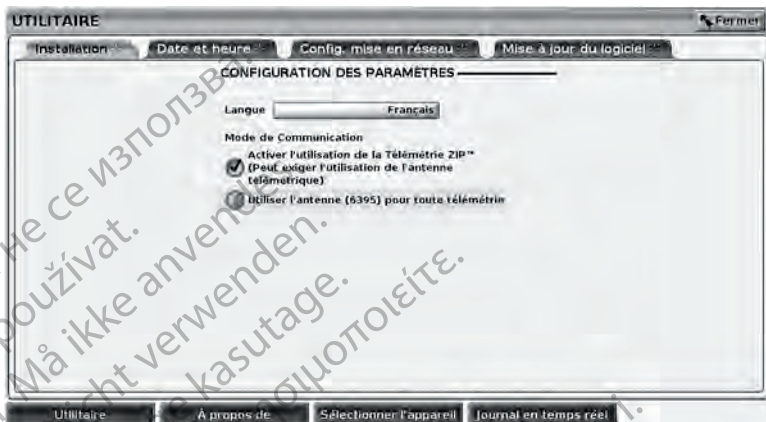

Figure 17. Utilitaires
L'onglet Configuration (se reporter à la Figure 17 Utilitaires en page 39) permet d'effectuer ce qui suit :
- Comme indiqué dans la Figure 17 Utilitaires en page 39, la télémétrie ZIP peut ne pas être activée (le bouton est grisé). Le cas échéant, contacter Boston Scientific en utilisant les coordonnées figurant au dos de ce manuel pour demander à un représentant d'activer la télémétrie ZIP.